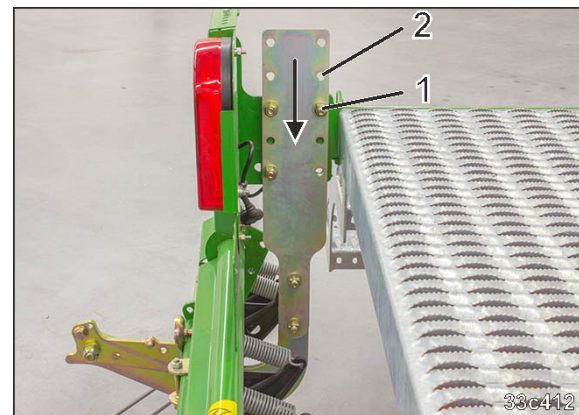

Fig. 188
- 2.1 Løsn skruerne (Fig. 188/1).
- 2.2 Sæt holderen i et nyt hulbillede (Fig. 188/2).